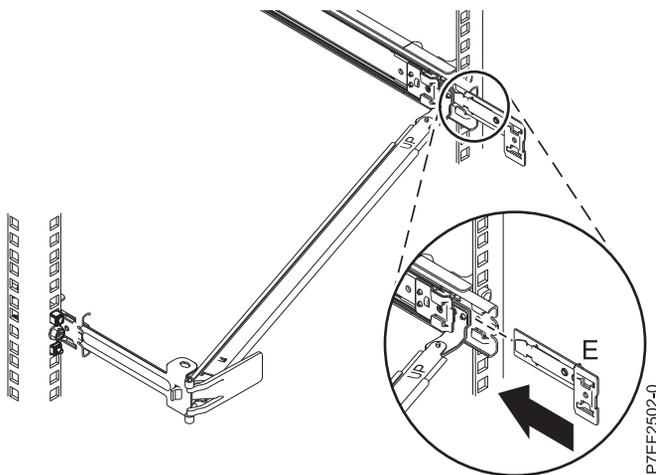

Figure 12. Installation du support d'extension dans la glissière
5. Poussez le support d'extension (E) dans la glissière de droite jusqu'à ce que le taquet à ressort se mette en place. Pour plus de détails, voir figure 12.